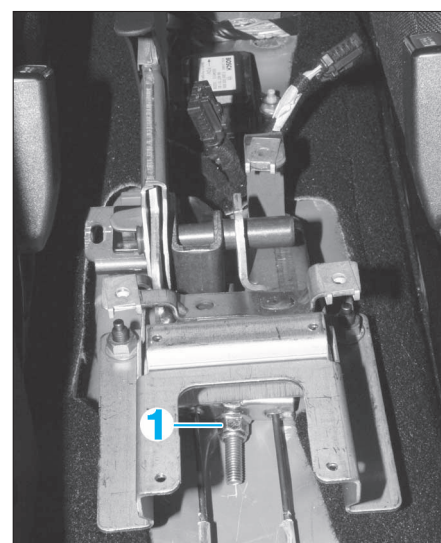

FIG. 18
- Agir sur l'écrou (1) pour obtenir un décollement "J" inférieur à 1,5 mm (Fig.18).